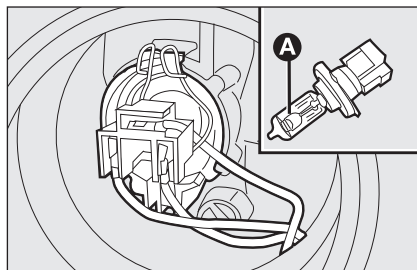

fig. 24
- ☐ maak de lamp **A-fig. 24** los van de stekker **B** en vervang hem;